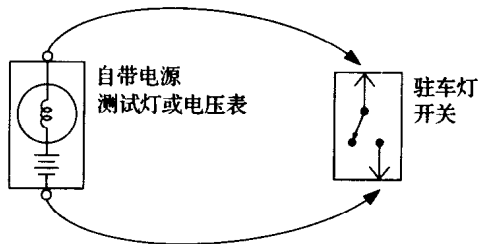

图 1-13 通电测试
(2) 通电测试
① 拆下蓄电池负极。
② 把自带电源测试灯或电阻表的一根引线连接到要检测的部位上。使用电阻表时,如图 1-13 所示,先把电阻表的两根引线短接,用调零器调零。